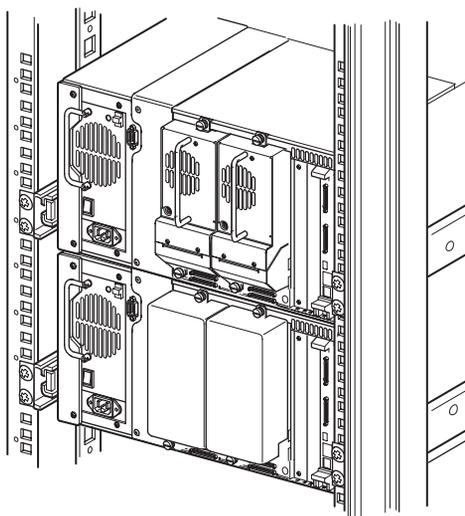

Figure 2–6 : Installation d'une librairie MSL5026/MSL5030 (rack 9000)
1. Installez deux librairies MSL5026/MSL5030, comme indiqué à la Figure 2–6, en suivant les instructions du *Manuel de l'utilisateur des librairies hp StorageWorks série MSL5000*.
IMPORTANT : chaque librairie doit être tirée par l'avant du rack, pour vous permettre d'accéder à la vis supérieure du cache de PTM d'une librairie inférieure. Reportez-vous à la Figure 2–8 pour connaître l'emplacement des vis.